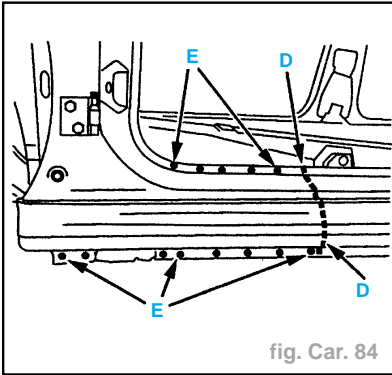

fig. Car. 84
- Souder par cordons successifs au MIG (suivant **D**) (fig. Car. 84).